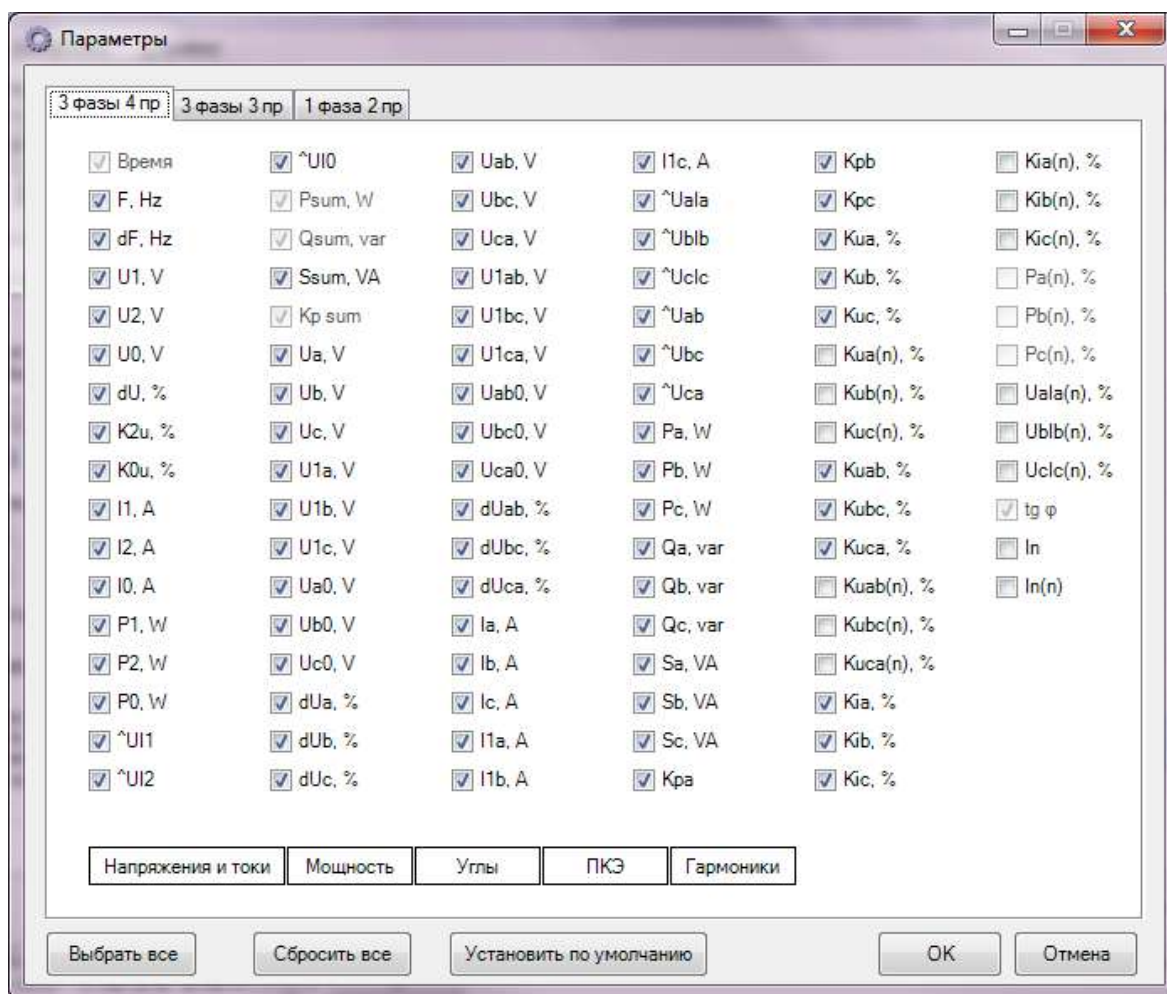

Рис. 39
**«Параметры усредненных по умолчанию».** Эта кнопка открывает окно «Параметры» (рис. 39) для выбора совокупности параметров, усредненные значения которых будут считываться из Прибора ЭТ ПКЭ при каждой операции считывания архивов. Для каждого типа подключения можно выбрать свои совокупности параметров на соответствующих вкладках. С помощью кнопки «Выбрать все» можно отметить все параметры для скачивания, а с помощью кнопки «Сбросить все» — снять отметки со всех параметров. Кнопки «Напряжения и токи», «Мощность», «Углы», «ПКЭ» и «Гармоники» позволяют отметить все параметры, относящиеся к соответствующей группе. Для того чтобы сделанные настройки вступили в силу, необходимо нажать кнопку «ОК». Чтобы отказаться от внесенных изменений необходимо нажать на кнопку «Отмена».